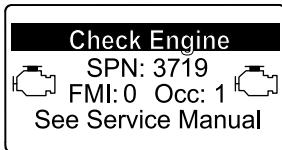

Bild 40
- Motorwarnung SPN 3719, FMI: 0 (Bild 40)